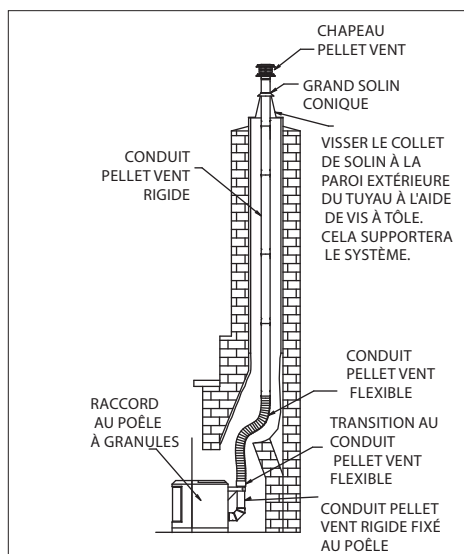

Figure 10
8. Lors du raccordement à l'appareil, il est possible de réaliser d'autres configurations que celle illustrée à la **Figure 10**. Vous pourriez avoir besoin de communiquer avec le fabricant pour savoir exactement ce qu'il faut faire ou ne pas faire pour effectuer un bon raccordement.